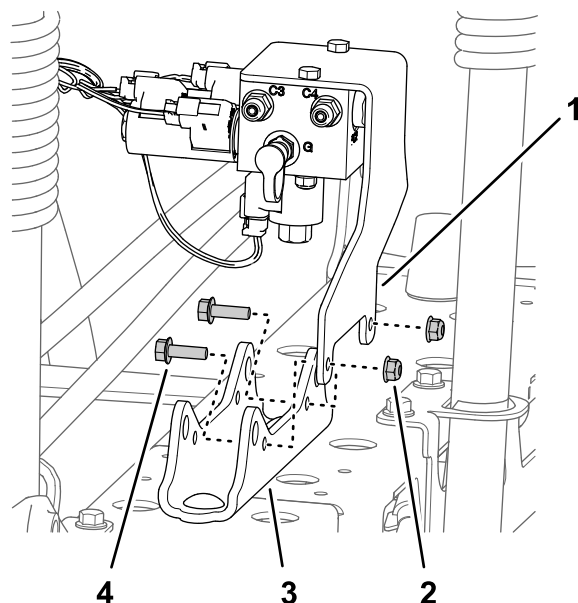

图43
- 对于不带可选超声波喷洒臂平行组件的机器拧下将喷洒段提升歧管的支撑托架固定至油缸安装座的 2 个凸缘锁紧螺母5/16 英寸和 2 个凸缘头螺栓5/16 x 1 英寸然后从油缸安装座上分离歧管和托架 图43。